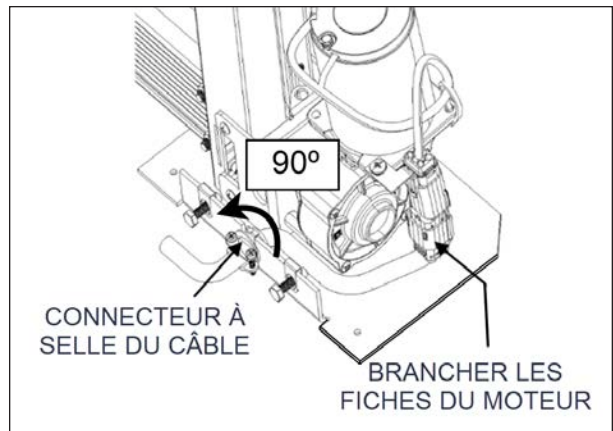

FIGURE 72: CONNECTEUR ET FICHES
11. Connecter le câble au harnais du moteur et serrer les vis du connecteur à selle à la plaque de la base. Les vis du connecteur à selle qui fixe le câble doivent être orientées horizontalement. Vous pourriez avoir besoin de tourner le connecteur comme montré à la Figure 72.